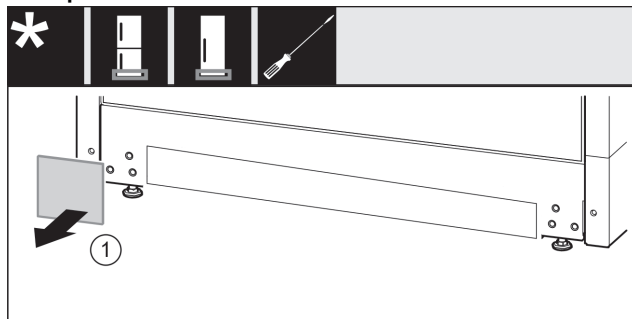

Fig. 17
- ▶ Nuimkite dengiamąją plokštelę Fig. 17 (1).